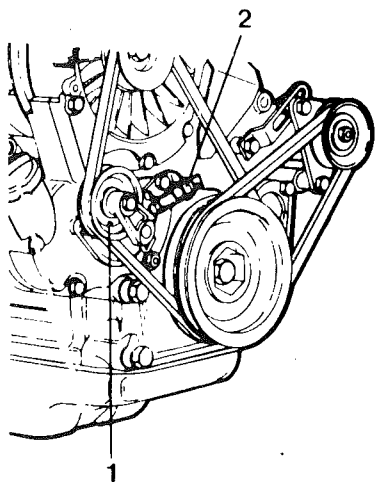

Abb. 21 Keilriemen und Keilriemenüberwachung
- 2 Ebenso ist die Funktion der Keilriemenüberwachung für den Lüfterriemen zu überprüfen. Die Hupe muß ertönen, wenn der Kontakt (2, Abb. 21) der Keilriemenüberwachung eingedrückt wird.